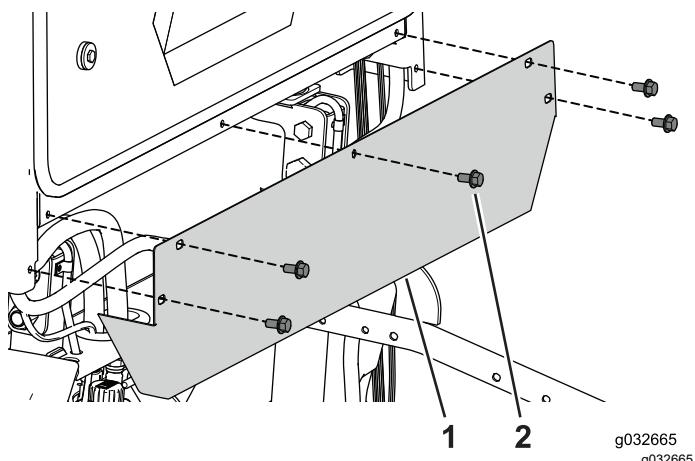

Figure 107
- Retirez les 5 boulons qui fixent le capot arrière à la cabine (Figure 107).